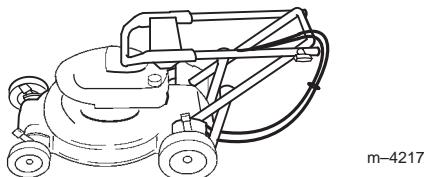

Figure 25
2. Abaissez la partie supérieure du mancheron vers l'avant avec précaution jusqu'à ce qu'elle repose sur le moteur (Fig. 25).